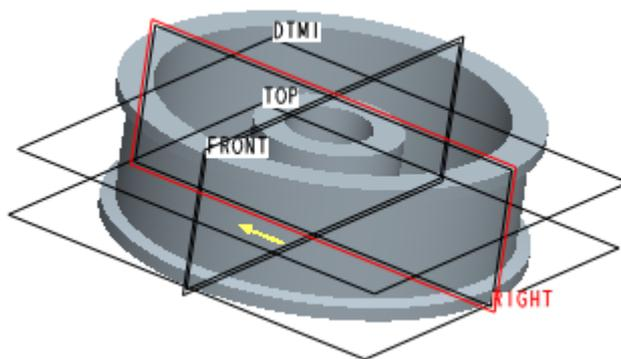

图 53-11
(2) 单击 ，打开【剖面】对话框，选择 FRONT 基准面为草绘平面，RIGHT 基准面为参照平面，接受系统默认的视图方向，如图 53-11 所示。